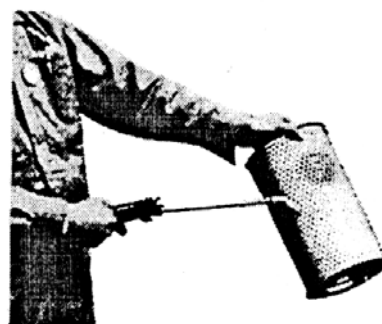

Рис. 6-19.
4. Очистка внешнего элемента (Рис. 6-19)